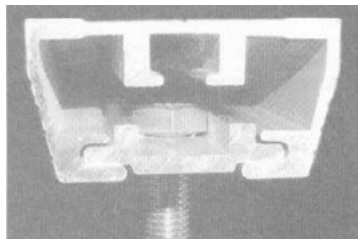

figure 2
2. Placez le boulon de 8 mm dans la plaque de glissement. Faites glisser la plaque et le boulon dans le profilé de montage. Voir la figure 2.